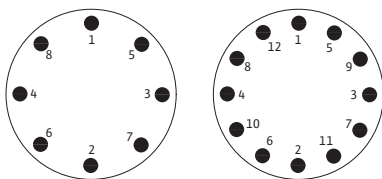

Рис. 41: Последовательность затяжки винтов
- Учитывать последовательность, указанную на рис. 41.